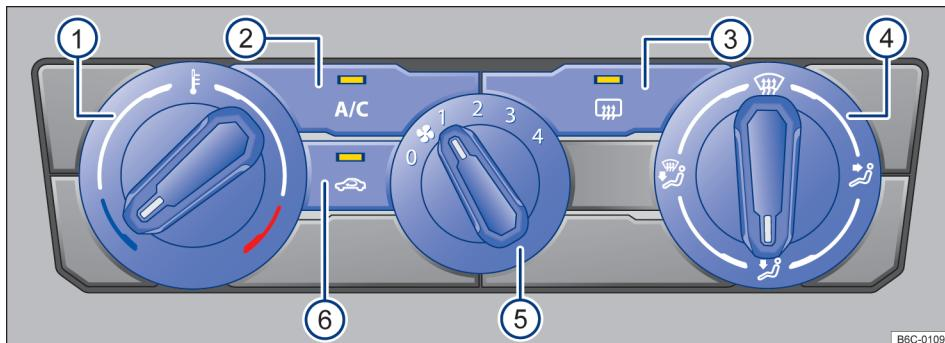
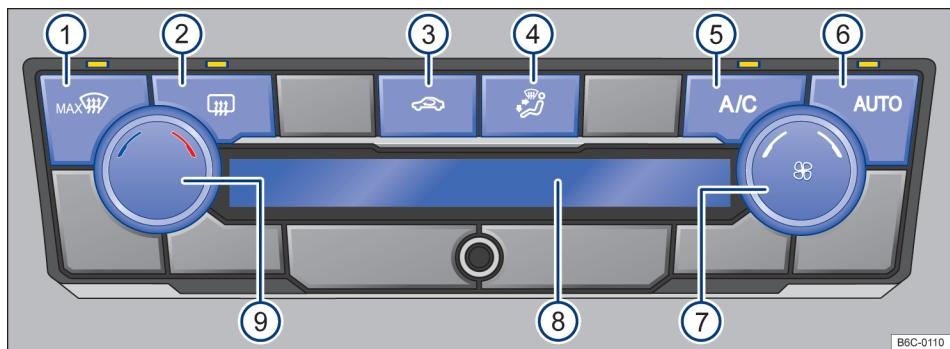

Fig. 81 Comandos do ar-condicionado.
Fig. 82 Comandos do Climatronic.
- Ar-condicionado: girar o regulador do ventilador para o nível 0 → Fig. 81 ⑤.
- Climatronic: girar o regulador do ventilador para a esquerda até o batente → Fig. 82 ⑦
Com o botão **AUTO** → Fig. 82 ⑥ é possível ligar o modo automático do Climatronic.
O modo automático garante temperaturas constantes no interior do veículo. A temperatura do ar, o volume de ar e a distribuição de ar são regulados automaticamente. O funcionamento automático se desliga quando a ventilação é alterada manualmente ou com a alteração da distribuição de ar através do botão → Fig. 82 ④ pressionar.
- Ar-condicionado: girar o regulador rotativo esquerdo → Fig. 81 ①.
- Climatronic: girar o regulador rotativo esquerdo → Fig. 82 ⑨.
No display do Climatronic → Fig. 82 ⑧ é indicada a temperatura ajustada.
- Ar-condicionado: girar o regulador do ventilador → Fig. 81 ⑤.
- Climatronic: girar o regulador do ventilador → Fig. 82 ⑦.
- Pressionar o botão → Fig. 81 ⑥ ou → Fig. 82 ③.
- Ar-condicionado: girar o regulador da direita → Fig. 81 ④ para posição desejada.
- Climatronic: pressionar o botão → Fig. 82 ④ para posição desejada, a distribuição selecionada será indicada no display ⑧.
- **Ar-condicionado:** girar o regulador direito para a posição  → Fig. 81 ④.
- **Climatronic:** pressionar o botão  → Fig. 82 ①.